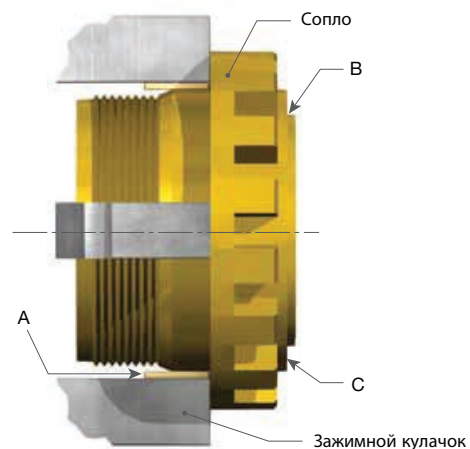

Рисунок 14. Механическая обработка седел сопла
1. Закрепите сопло в четырехкулачковом патроне с независимыми кулачками (или в зажимном патроне, если применимо), используя кусок мягкого материала, такого как медь или ткань, между кулачками и соплом, как показано на схеме A (Рисунок 14).
2. Отрегулируйте положение сопла таким образом, чтобы поверхности с метками B и C находились в пределах 0,001" (0,03 мм) на индикаторе (Рисунок 14).